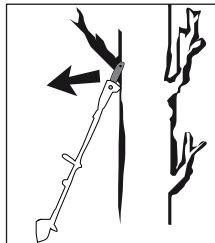

Fig. 2
- Il contraccolpo può verificarsi se la punta della lama 16 tocca un oggetto o se il legno si piega e la catena della sega 17 si incastra nel taglio (vedere fig. 2).